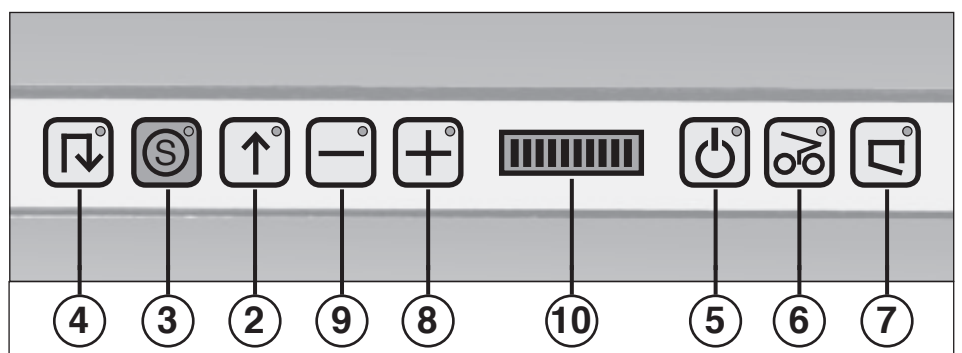

Fig. 2
2. Accionar la tecla "Avance" (2) (Fig. 2). El mecanismo de corte arranca y empieza a triturar el papel.
3. Para desconectar el aparato, pulsar la tecla roja de parada (3) (Fig. 2).
1. El mecanismo de corte se bloquea. La indicación de control (6) (Fig. 2) se enciende.
- Para aumentar la velocidad de trabajo, pulse la tecla Más Vario-Speed (8) (Fig. 2).
- Para reducir la velocidad de trabajo a favor de un mayor rendimiento de trabajo, pulse la tecla Menos Vario-Speed (9) (Fig. 2).
- El nivel de velocidad actual se indica a través de la indicación de velocidad Vario-Speed (10) (Fig. 2).
Cuando la bolsa recogedora está llena, la máquina se desconecta. La indicación de control "Bolsa recogedora llena" (7) (Fig. 2) se enciende. Vacíe la bolsa recogedora como sigue: